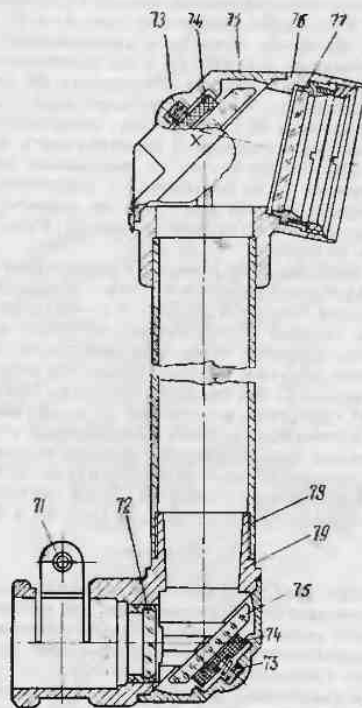

РИС. 10. ПЕРИСКОП:
Перископ (рис. 10) представляет собой отдельную оптическую насадку. Его применяют при работе с буссолью из-за укрытия и в зависимости от местных условий устанавливают вертикально, наклонно или горизонтально. Перископ надевают на тубус 16 (рис. 4) буссоли и закрепляют зажимным винтом 71 (рис. 10).
- установить в нужное положение перископ на тубусе 16 (рис. 4) монокуляра и завернуть зажимной винт 71 (рис. 10).